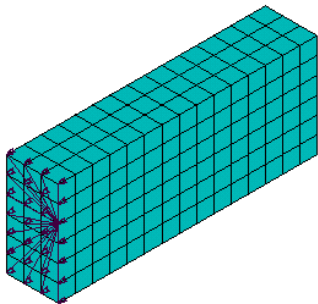

图5.19 自由度耦合结果
(5) 在【Set reference number】文本框中输入耦合集的编号【1】，在【Degree-of-freedom label】下拉列表框中选择【UZ】约束 Z 向的自由度。耦合后的结果如图 5.19 所示。